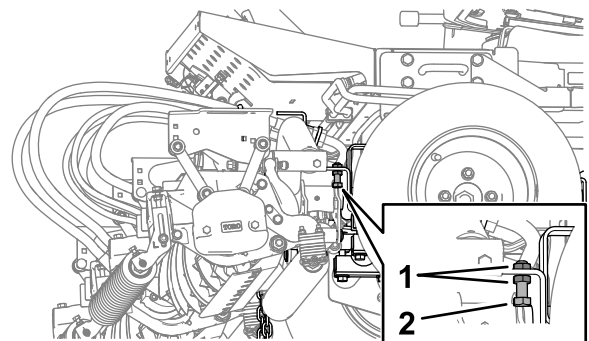

Bild 28
1. Lösen Sie auf jeder Seite der Maschine die Kontermuttern und entfernen Sie die Anschlagschrauben des Hubarms (Bild 28).